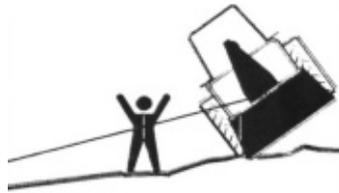

Bild 4
- » Auf einem unebenen Gebiet bzw. bei Nichtbeachtung des maximal erlaubten Zugwinkels besteht die Umkipppgefahr (Bild 4).